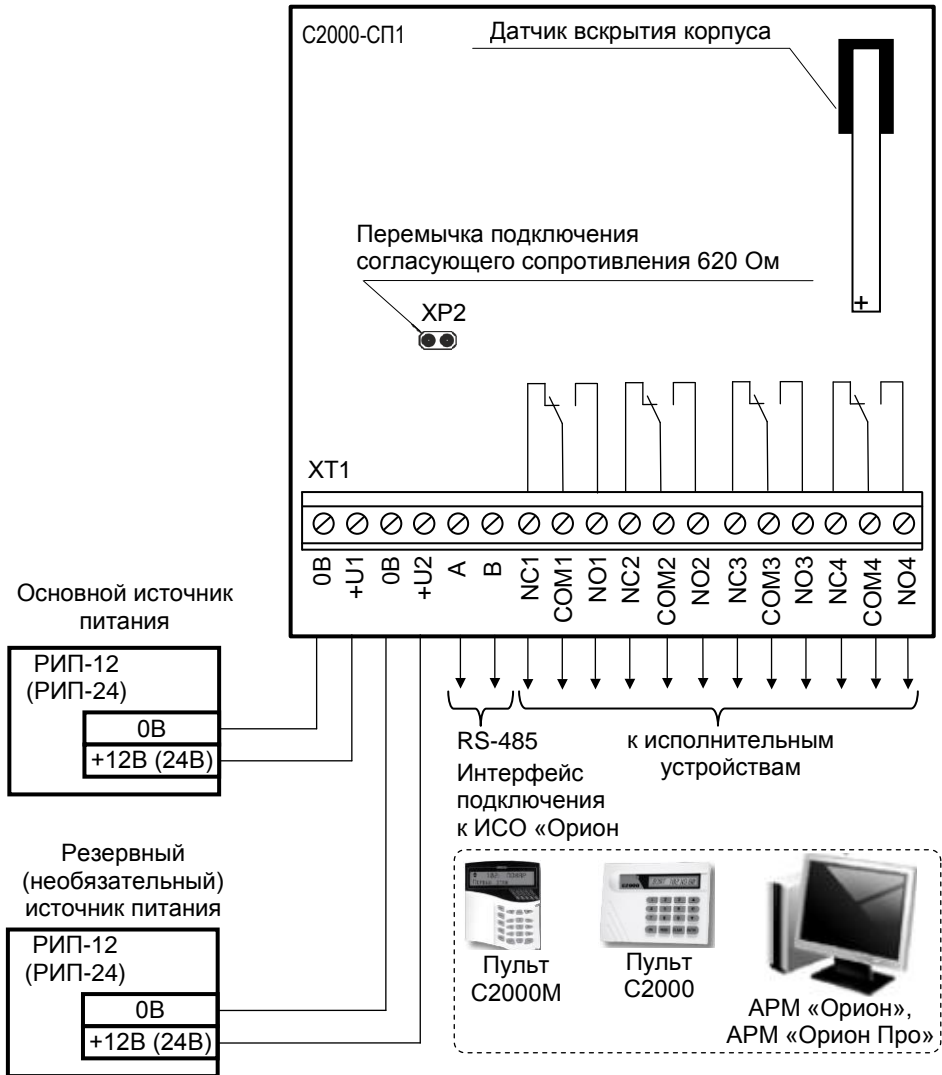

Рисунок 5. Схема внешних соединений блока «С2000-СП1»
2.2 Монтаж соединительных линий производится в соответствии со схемой на рис. 5.
4.1.2 Если блок не является последним в линии интерфейса RS-485, удалите перемычку ХР2, расположенную на плате блока (см. рис. 5).